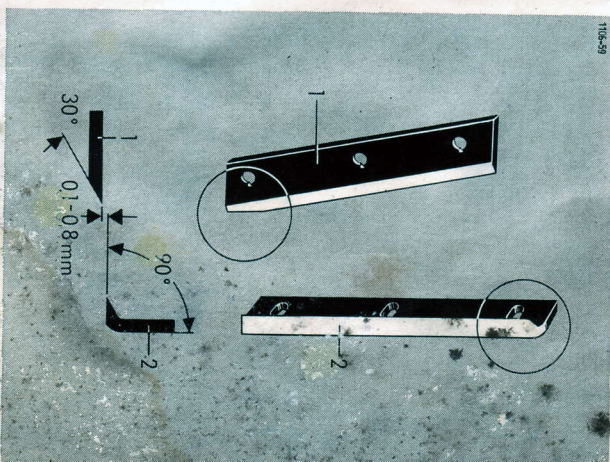

Bild 26
**Am Gestellmesser 1** (Bild 26) **30°** **Schneidwinkel** einhalten. **Am Kolbenmesser 2** unter **90°** gegen-schleifen.
Nach Einbau der nachgeschliffenen Messer Presse von Hand durchdrehen und **Messerspiel** prüfen, das wie in Bild 26 **0,1–0,8 mm** betragen soll.